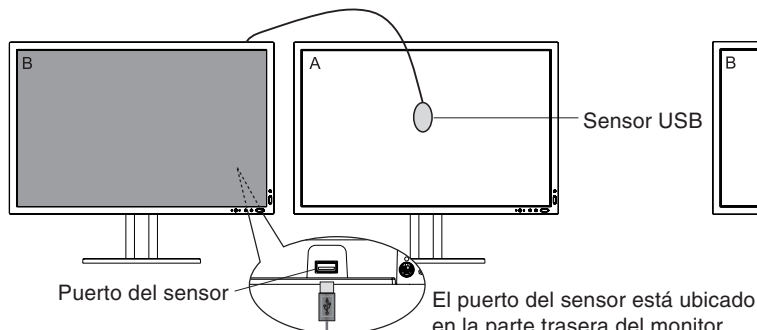

Figura C.1
1. Enchufe el sensor USB al puerto del sensor (**figura C.1**).
8. El procedimiento le pedirá que coloque el sensor USB en el centro del panel de la pantalla (**figura C.8**). Inclíne el panel de la pantalla aproximadamente 5° hacia atrás y coloque el sensor USB en el centro del panel de la pantalla (**figura C.1**).